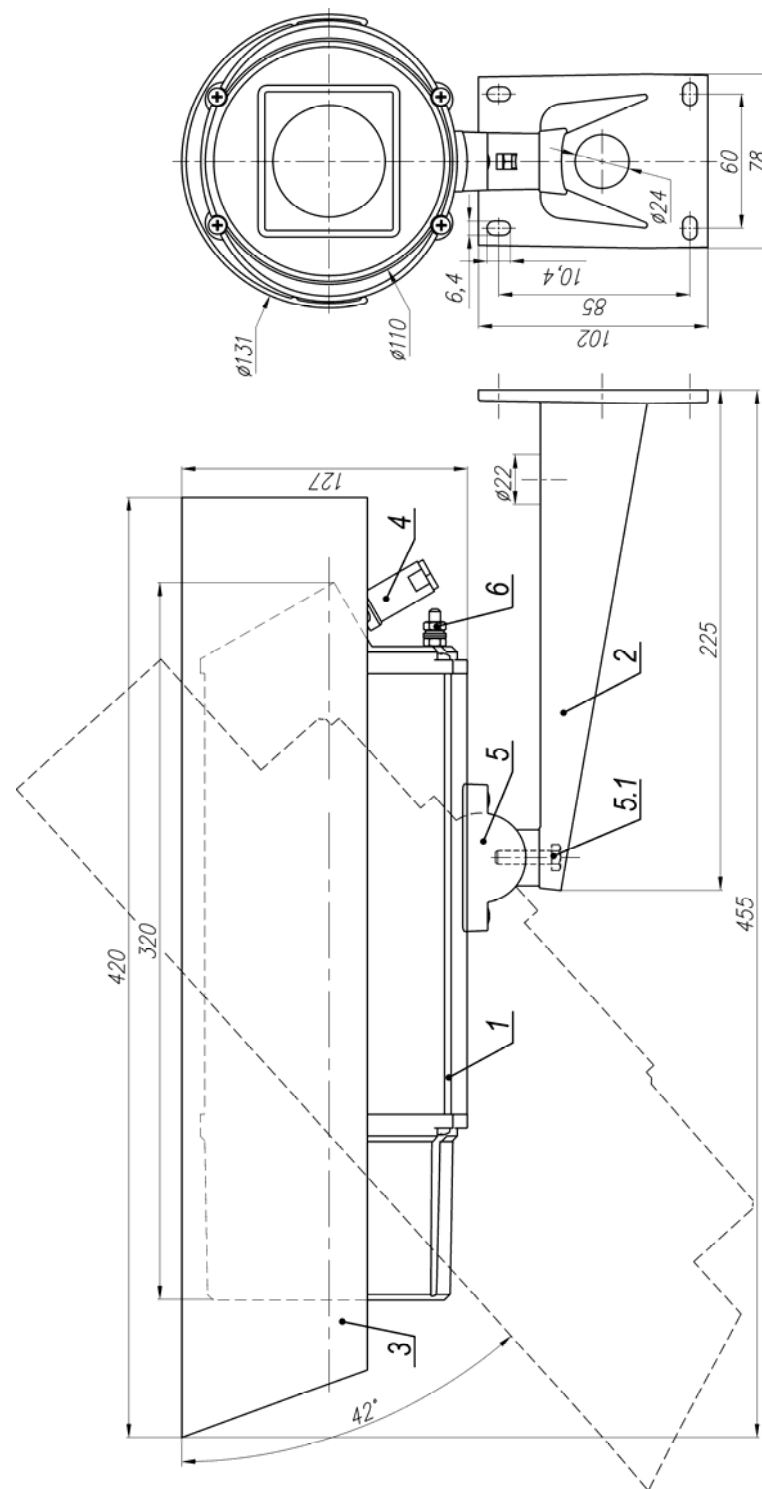

Рис.1 Габаритные и установочные размеры ТВК-93 IP
3. Ослабив болт фиксации шарнира (поз.5.1 рис.1), установить гермобокс на нужное направление обзора, после чего надежно зафиксировать шарнир затянув болт.
4. Заземлить гермобокс с помощью болта заземления (поз.6 рис.1).
#### Состав изделия: (см. рис.1)